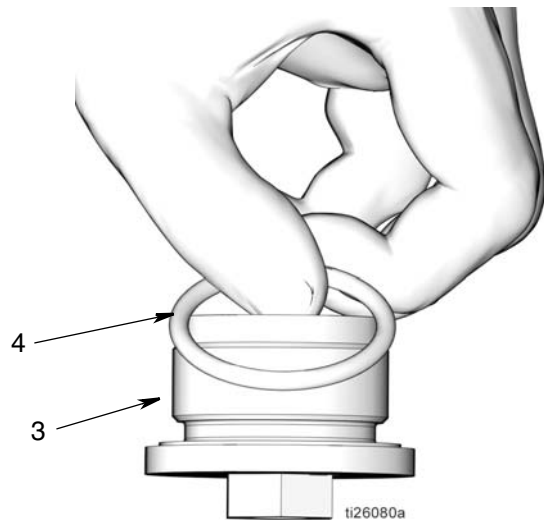

图 54
- d. 在 O 形圈 (4) 上抹上薄薄一层滑脂。将 O 形圈装到活塞防松螺母 (3) 上 (图 54)。